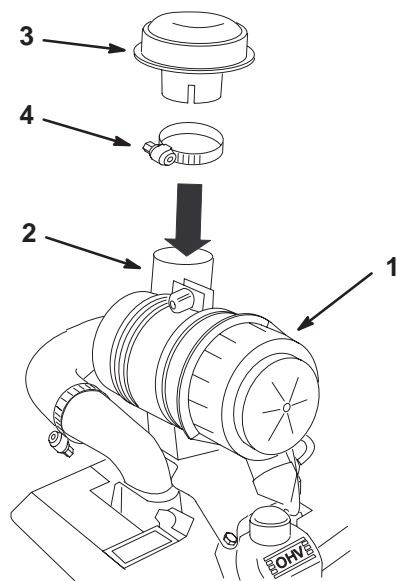

Figure 7
1. Trouvez le couvercle du filtre à air (Fig. 7).
2. Déposez le bouchon en plastique de l'admission d'air dans la cartouche du filtre à air (Fig. 7).
3. Placez le collier sur le couvercle du filtre à air (Fig. 7).
4. Glissez le collier et le couvercle sur la cartouche du filtre à air (Fig. 7).
5. Serrez le collier pour fixer le couvercle du filtre à air (Fig. 7).